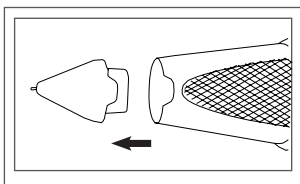

Fig. 1.07
1. Quando il tester è spento, rimuovere la punta magnetica estraendola delicatamente, come mostrato in **Fig. 1.07**.